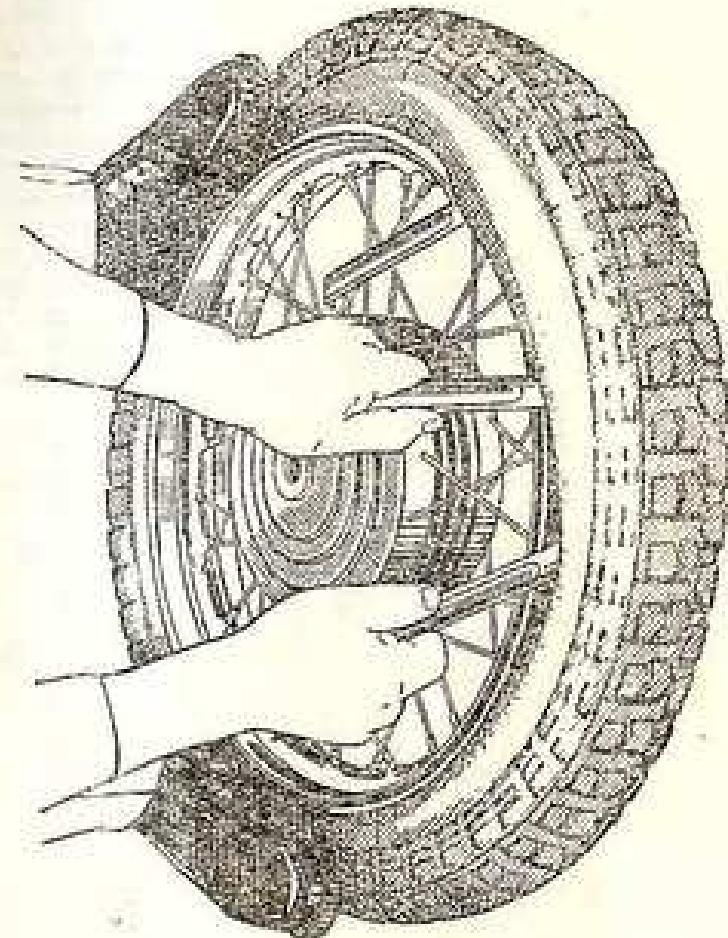

Рис. 20. ДЕМОНТАЖ ШИНЫ
**ДЕМОНТАЖ ШИНЫ.** Перед снятием шины с обода колеса выпустить из камеры воздух. Отвернуть гайку вентиля, вдавить шину в углубление окружности обода (рис. 20). Со стороны вентиля, между ободом ишиной, вставить три монтажные лопатки на расстоянии примерно 10 см одна от другой. Затем одной крайней лопаткой вынуть край борта шины и защемить ее за спицу колеса, после чего произвести разбортовку двумя лопатками по всему ободу. Через образовавшийся зазор между шиной и ободом вынуть камеру.